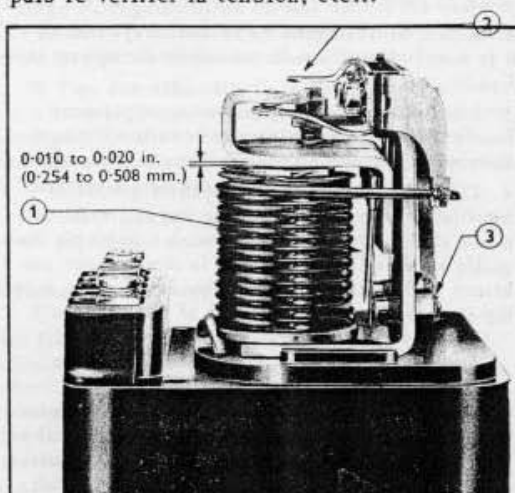

Fig. 9
Examiner les lames d'interrupteur et, s'il y a lieu, les nettoyer à l'aide d'un liquide spécial ou d'un papier au carborundum. S'assurer que les lames joignent correctement (voir FIG. 9 et 10).
5. Introduire un calibre de 0,254 à 0,508 mm. entre l'extrémité extérieure de l'armature et la face du noyau puis régler le contact fixe, en recourbant le bras, de telle sorte que les points de contact affleurent (voir FIG. 9).